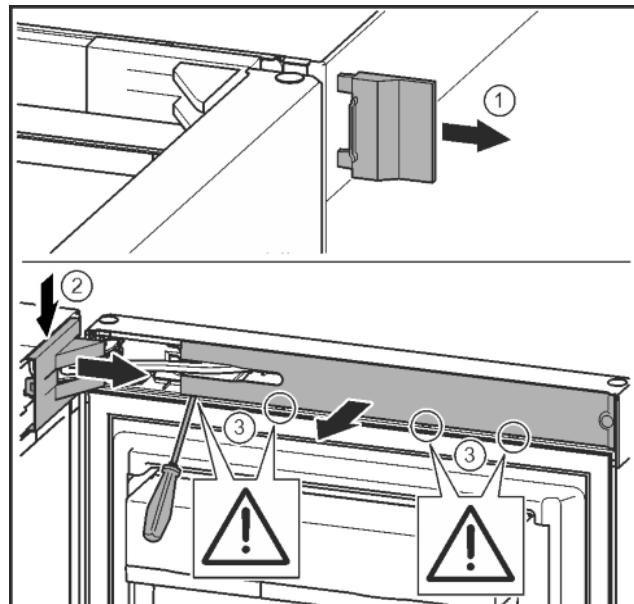

Fig. 8
► Снять внешнюю крышку. Fig. 8 (1)
- При помощи отвертки освободить крышку опорного кронштейна и отсоединить. Снять крышку опорного кронштейна. Fig. 8 (2)
- Шлицевой отверткой вывести накладку из зацепления и отвести в сторону. Fig. 8 (3)